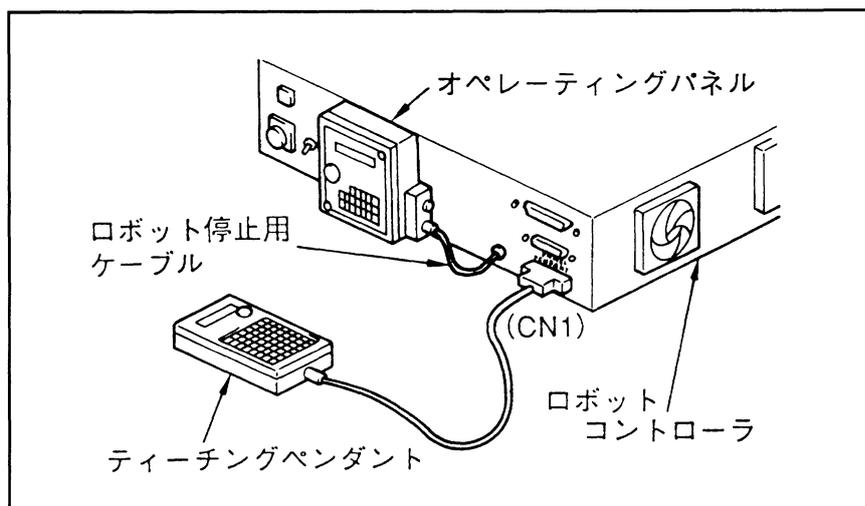

図4-1 ティーチングペンダントの接続
- ①ロボットコントローラの電源が切れていることを確認してください。(ON状態の場合は、OFFにしてください。)
- ②図4-1に示すようにロボットコントローラの「PANEL PENDANT」コネクタ (CN1) に接続してあるオペレーティングパネルの通信用ケーブルをはずし、ティーチングペンダントのケーブルを接続してください。